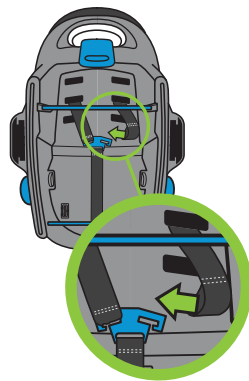

Figura 8
- Sostenga la placa metálica plateada del arnés en posición vertical, asegurándose de que no haya torceduras en la correa de ajuste del arnés, y deslice el extremo del lazo de cada correa del arnés de hombro a través de la ranura en la placa metálica del arnés, asegurándose de que cada correa esté completamente dentro de la ranura, como se muestra en la **Figura 8**.